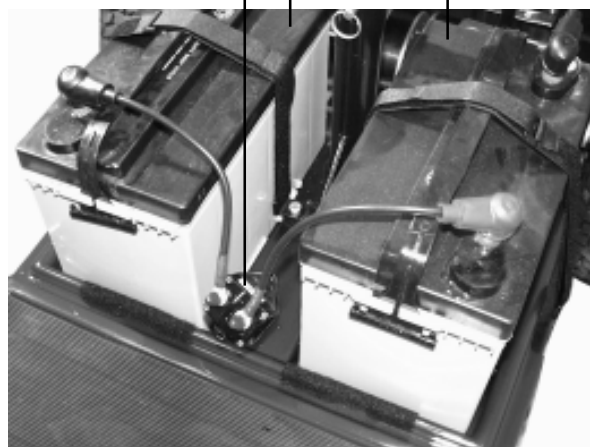

Abb. 8. Hinteres Teil
- Der Hauptstromkreisunterbrecher ist zwischen den beiden Batterien montiert. Siehe Abb. 8.